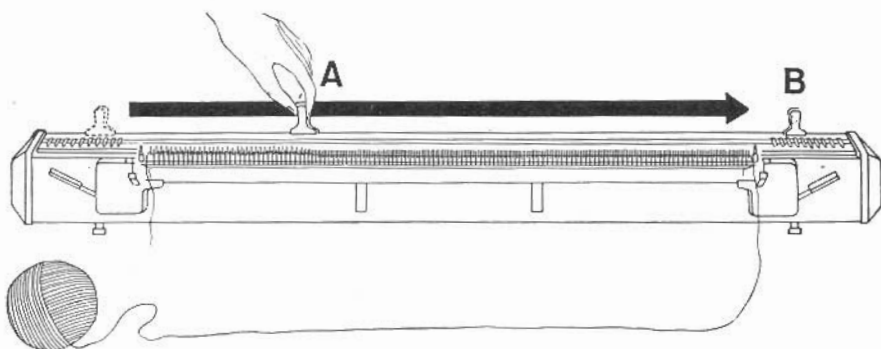

Fig. 10
**Contrôle de la tension du fil à gauche au moyen de la poignée A.** Les deux poignées se trouvant à droite, déplacer uniquement la poignée A de droite à gauche. Poser le fil de gauche à droite dans le canal des dents. Ensuite, ramener la poignée A de gauche à droite (fig. 10). Le fil se met en zigzag.